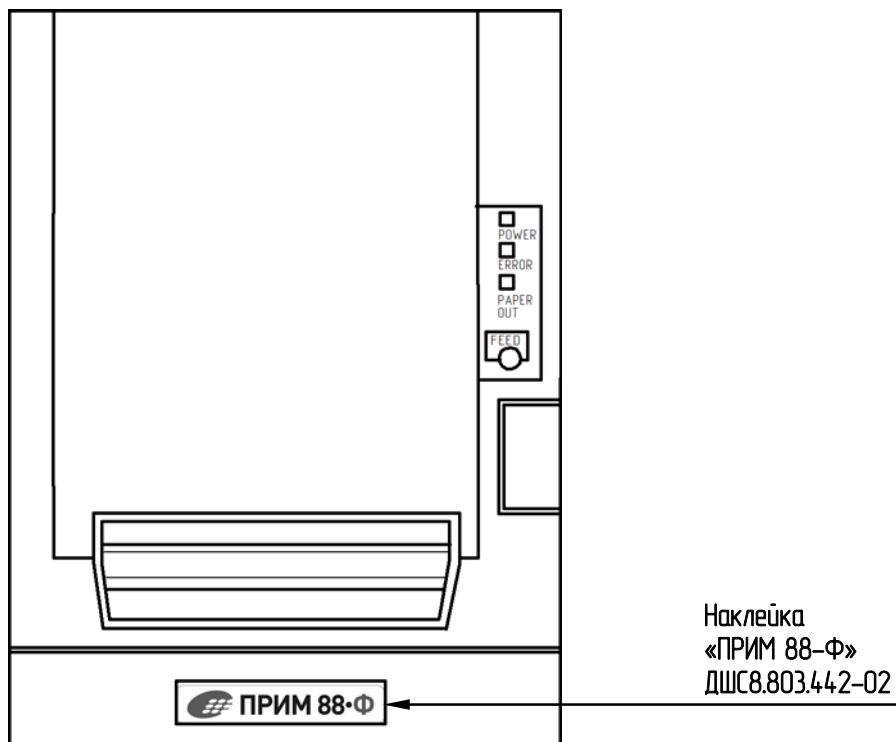

Рисунок 4.1 – Установка наклейки «ПРИМ 88-Ф» (вид сверху)
4.3 Установить наклейку «ПРИМ 88-Ф» ДШС8.803.442-02 (см. рисунок 4.1), очистив поверхность от клеящего материала.